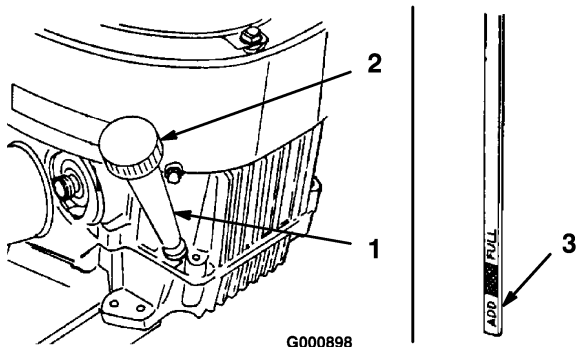

Figura 22
- Limpie alrededor de la varilla de nivel de aceite (Figura 22) para impedir que caiga suciedad por el orificio de llenado y cause daños en el motor.
- Desenrosque la varilla de aceite y limpie el extremo metálico (Figura 22).